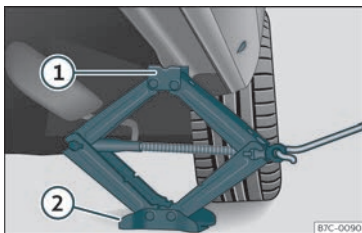

Fig. 43 Llarguer: col·locació del gat del vehicle.
- Gireu la manovella del gat*, situat sota el punt de recolzament del llarguer, per elevar-lo fins que la pestanya ① >>> **fig. 43** quedi situada sota l'allotjament previst.
- Alineu el gat* de manera que la pestanya ① "s'adhereixi" a l'allotjament previst del llarguer i la placa base mòbil ② quedi recolzada a terra. La placa base ② ha de caure en la vertical respecte al punt de recolzament ①.